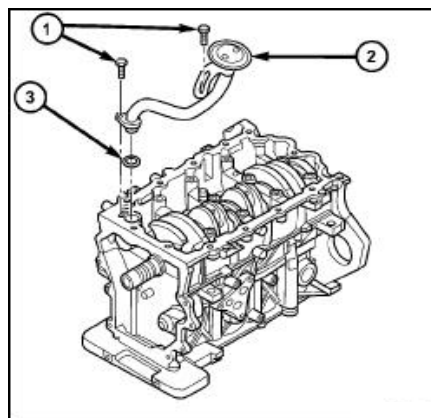

图. 102 机油泵支架
(1) 拆卸油底壳(查阅-发动机/润滑/油底壳-拆卸)。
(2) 拆卸机油泵支架的紧固件(图. 102)。
(3) 拆卸机油泵支架。
(1) 清洁密封表面。
(2) 更换O型密封环(图. 102)。
(3) 安装油泵支架, 紧固力矩为 $12\text{N} \cdot \text{m}$ 。
(4) 安装油底壳(查阅-发动机/润滑/油底壳-安装)。
电子节气门(图. 102)